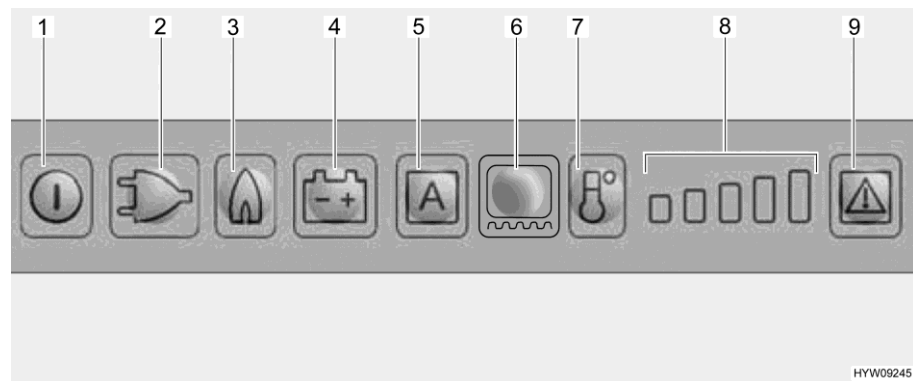

Fig. 172 Quadro comandi LED (frigorifero Dometic)
Se è impostata la modalità di funzionamento "AES", la tensione a 230 V **non** è allacciata e il motore del veicolo è **spento**, il sistema AES seleziona il rifornimento di gas. Selezionando il funzionamento a gas, il dispositivo di sicurezza si apre automaticamente, così che il gas possa fluire al bruciatore. Contemporaneamente si inserisce l'accenditore elettronico. Se la fiamma del gas si spegne, p. es. a causa di un colpo di vento, l'accenditore viene subito azionato riaccendendo il gas. In caso di guasto del funzionamento a gas, i tasti luminosi relativi a gas (Fig. 172,3) e guasto (Fig. 172,9) lampeggiano e viene emesso un segnale acustico per 20 secondi.
Dopo l'accensione il frigorifero seleziona automaticamente la regolazione intermedia del termostato. Questa regolazione può essere modificata manualmente tramite il tasto di selezione del livello di temperatura (Fig. 172,7). Le spie di controllo (Fig. 172,8) indicano la temperatura selezionata sul termostato. Il tasto di selezione del livello di temperatura permette di regolare la temperatura di refrigerazione per tutti e tre i tipi di energia. Ci vogliono alcune ore prima che il frigorifero raggiunga la temperatura normale di esercizio. Cambiando la modalità di funzionamento la regolazione del termostato non viene modificata. La temperatura di refrigerazione è indipendente dal tipo di energia utilizzata.
- Accendere il riscaldamento del telaio per 2 ore: Premere una volta il tasto luminoso per il riscaldamento del telaio (Fig. 172,6). Sull'indicazione dei gradi di temperatura (Fig. 172,8) si accende una barra.
- Accendere il riscaldamento del telaio per 5 ore: Premere due volte il tasto luminoso per il riscaldamento del telaio (Fig. 172,6). Sull'indicazione dei gradi di temperatura (Fig. 172,8) si accendono due barre.
- Regolazione del riscaldamento del telaio ad esercizio continuo: Premere tre volte il tasto luminoso per il riscaldamento del telaio (Fig. 172,6). Sull'indicazione dei gradi di temperatura (Fig. 172,8) si accendono tre barre.
L'indicazione dei gradi di temperatura (Fig. 172,8) indica per alcuni secondi la durata di esercizio del riscaldamento del telaio.
Nel caso di temperature esterne ed umidità dell'aria elevate è possibile che si formino gocce d'acqua sul telaio in metallo del vano congelatore. Per questo motivo il frigorifero è dotato di un riscaldamento del telaio per il vano congelatore. Nel caso di temperature e umidità dell'aria elevate, accendere il riscaldamento del telaio con il tasto luminoso per il riscaldamento del telaio (Fig. 172,6). È possibile così evitare fenomeni di corrosione. Quando il riscaldamento del telaio è acceso, si accende il tasto luminoso (Fig. 172,6).
- Premere il tasto On/Off (Fig. 172,1) per circa 2 secondi. Il frigorifero si accende e viene visualizzato l'ultimo tipo di energia impostato, oppure "AES".
- Impostare la temperatura di refrigerazione con il tasto di selezione del livello di temperatura (Fig. 172,7). Le spie di controllo (Fig. 172,8) indicano la temperatura selezionata sul termostato.
- Premere il tasto On/Off (Fig. 172,1) per circa 2 secondi. Il frigorifero si spegne e le indicazioni smettono di lampeggiare.